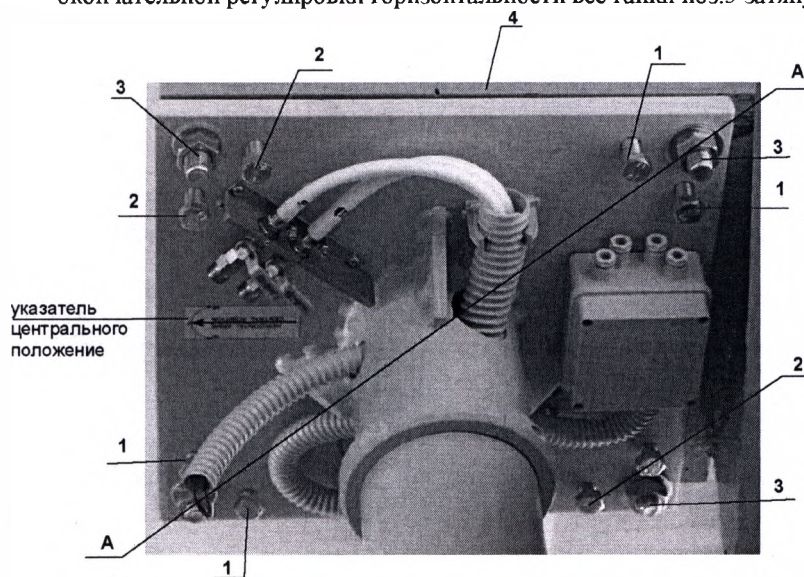

Рис. 10 Расположение указателя (наклейки) "центральное положение", регулировочных болтов и гаек крепления основания консоли (типовой вид)
7.8. С помощью уровня проверить и отрегулировать горизонтальность поворотного плеча консоли с помощью регулировочных болтов, расположенных на основании потолочного крепления консоли (Рис. 10). Перед регулировкой необходимо ослабить все гайки крепления поз.3. Для регулировки горизонтальности необходимо положить уровень на горизонтальное плечо и повернуть плечо в положение показанное линией А-А (Рис. 10) (центральная ось плеча должна совпасть с диагональю плиты основания потолочного крепления). Затем двумя парами болтов поз.1 (Рис. 10), находящихся на этой диагонали, выставить горизонтальность плеча. Регулировочные болты при регулировке горизонтальности плеча обязательно должны упираться в опорную плиту поз.4 (Рис. 10). Поверните плечо в положение перпендикулярное диагонали А-А. А